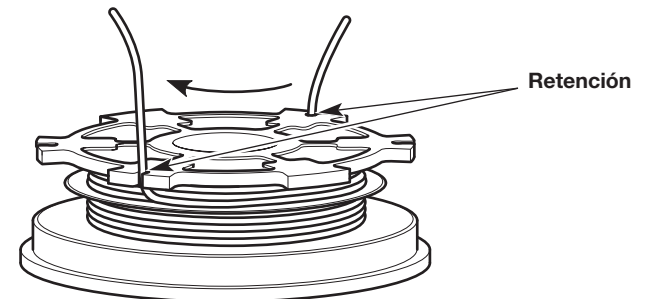

Fig. 21
3. Inserte las dos secciones de 6 pulgadas dentro de las dos ranuras de retención de 0.095 (Fig. 21).
4. Inserte las dos secciones de 6 pulgadas dentro de las dos ranuras de retención de 0.095 (Fig. 21).